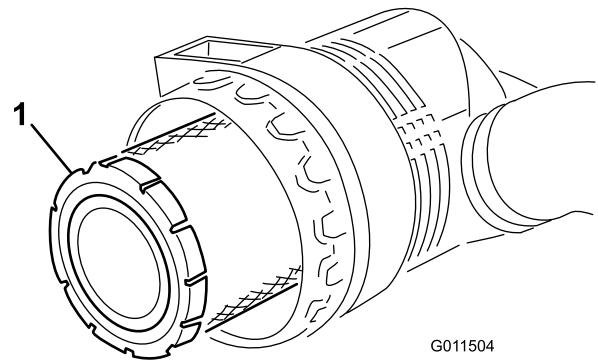

Figura 54
3. Retire e substitua o filtro primário (Figura 54).